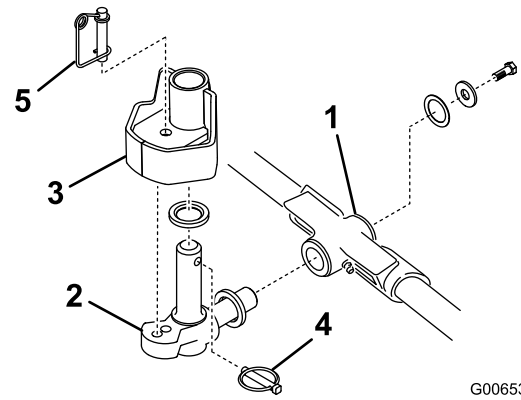

図 17
1. スラスト・ワッシャを、ピボット・ナックルの水平シャフトに差し込む図 17。
2. ピボット・ナックルの水平シャフトをキャリア・フレームの取り付け穴に差し込む (図 17)。
3. スラスト・ワッシャ、平ワッシャ、フランジヘッドネジを使って、ピボット・ナックルをキャリア・フレームに固定する (図 17)。
4. ピボット・ナックルの垂直シャフトにスラスト・ワッシャを差し込む図 17。
5. ピボット・ナックルの垂直シャフトを外している場合には、ここで昇降アームのピボット・ハブに差し込む (図 17)。昇降アームのステアリング・プレートの下にある2枚のゴム製センターリングバンパーの間に、ピボット・ナックルを挟む。
6. ピボット・ナックルのシャフトに付いている穴にリンチ・ピンを差し込む (図 17)。
**注** カuttingユニットを固定モードで使用する場合には、ステアリング・ロック・ピンをピボット・ナックルの取り付け穴に差し込んでください(図 17)。
11. ステアリング・ロック・ピンの下にスプリングを掛ける(図 17)。